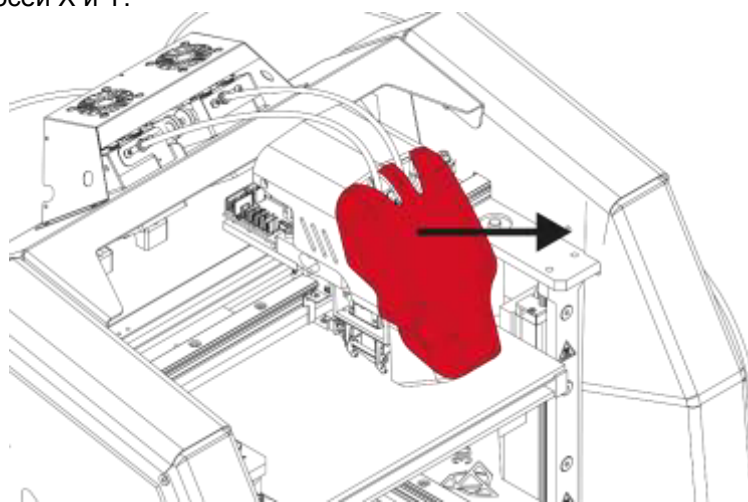

Рис. 51 Снятие кожуха модуля
3. Снять передний кожух с модуля (рис. 51), потянув его по направлению к себе.